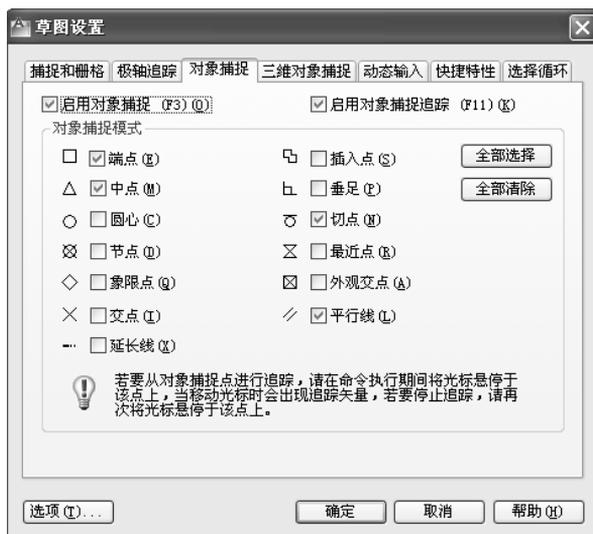
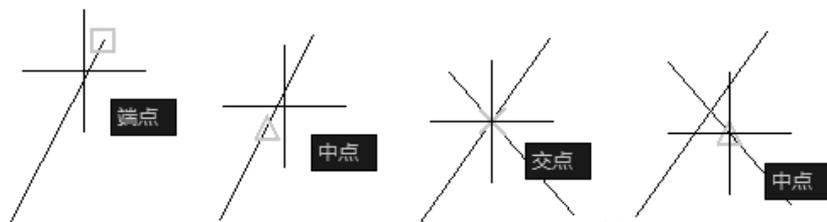

图 1-37 “草图设置”对话框中的“对象捕捉”选项卡
图 1-38 同时选中捕捉端点、中点和交点时的不同捕捉结果
在“草图设置”对话框中，打开“对象捕捉”选项卡，如图 1-37 所示，用户就可以进行自动捕捉的特殊点选择。
**提示：**用鼠标右键单击状态栏的“对象捕捉”按钮，在弹出的菜单中选择“设置...”，系统将弹出如图 1-37 所示的对话框。
在如图 1-37 所示的对话框中，如果选中“启用对象捕捉”复选框，每当命令行提示确定点时，系统便自动执行捕捉，这种状态直到关闭自动捕捉为止。这种捕捉模式称为运行捕捉方式。
**提示：**开启和关闭运行捕捉可以通过图 1-37 所示的对话框中“启用对象捕捉”复选框进行切换，也可以用按 F3 键或单击状态栏“对象捕捉”按钮的方法进行切换。
**提示：**如果在图 1-37 所示的“对象捕捉模式”选项区中选择了多个选项，系统将按光标离特征点的距离来捕捉，系统总是捕捉离光标较近的特殊点。图 1-38 所示为同时选中捕捉端点、中点和交点时的不同捕捉结果，由图可见，光标位置不同，捕捉的特殊点结果也不同。如果在运行捕捉状态下用户再启用覆盖捕捉模式，系统将临时执行覆盖捕捉。